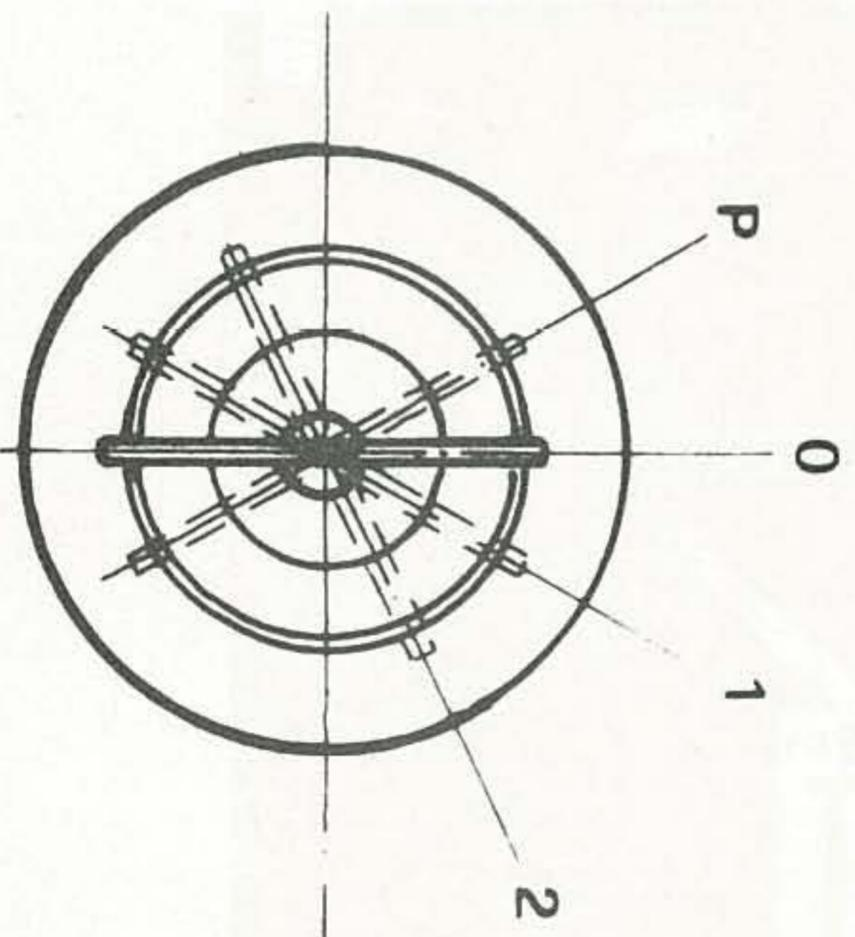

Fig. 5 - Comutador do sistema eléctrico
4. Introduzir a chave no comutador das luzes do sistema eléctrico e rodar para a posição I (fig. 5).
- Inserir no comutador a chave de ignição rodando para a posição P (Fig. 5). Manter bem presa nesta posição 10 a 15 segundos.
AVISO: - Com o motor a trabalhar, deixe a chave de ignição na posição I (Fig. 5), para permitir a recarga da bateria, o funcionamento do indicador de nível de combustível, da temperatura e dos sinais luminosos situados no painel de instrumentos.